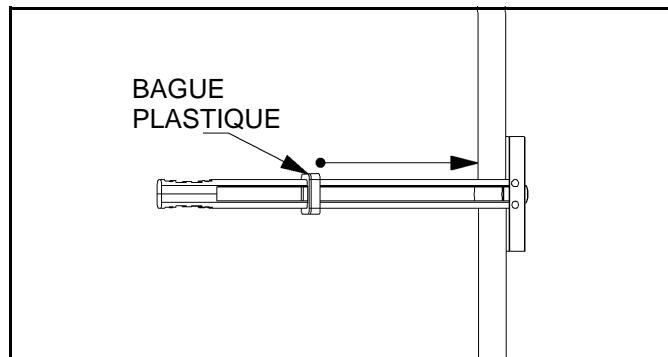

Figure 6.
- Faites glisser la bague plastique de l'ancrage vers la surface du mur (voir figure 6).